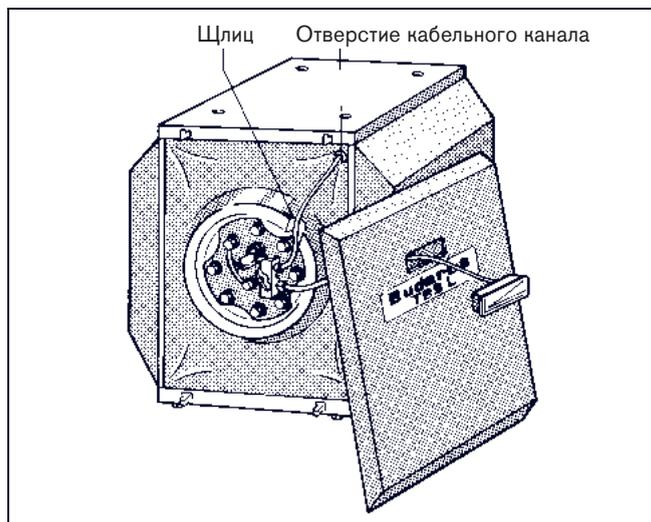

Рис. 7
- Вытянуть датчик у отверстия кабельного канала передней стенки бойлера и подвести к креплению датчика у крышки ручного отверстия (рис. 7).
- Вставить термометр ГВС* (FB) спереди, через вырез кожуха передней стенки, и вставить корпус термометра в вырез (рис. 7).
- Раскрутить провод датчика и проложить в шлиц теплозащиты к креплению датчика у крышки ручного отверстия (рис. 7).